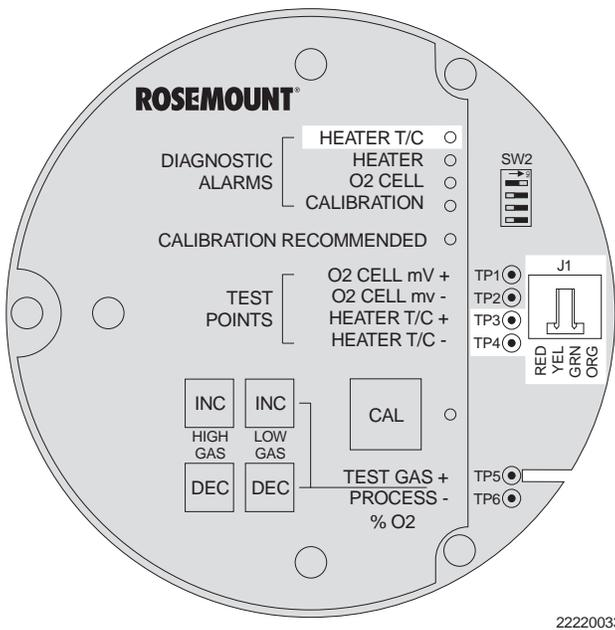

Figura 5-1. Fallo 1, Termopar Abierto
a. **Fallo 1. Termopar Abierto.** El LED DEL CALENTADOR T/C parpadea una vez, hace una pausa durante tres segundos, y repite. Ver Figura 5-1.